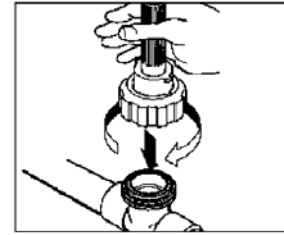

图 25
- 将 pH 探测器重新安装到流量装置中,关闭采样阀并打开隔离阀 (参看图 25)。重要事项:在继续下一步之前,请等待 2 分钟!